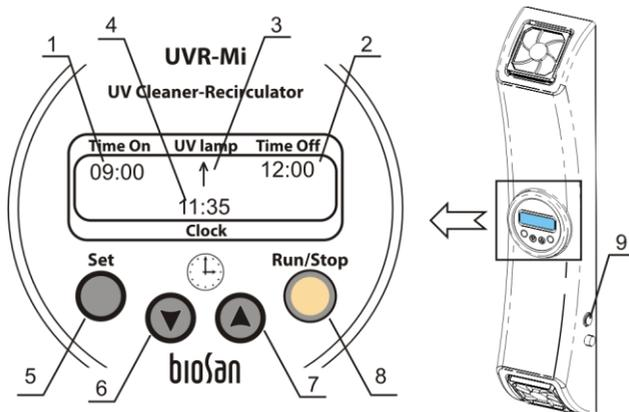

Fig. 4 Pannello di controllo
- 4.2. Accendere l'interruttore di alimentazione (fig.4/9) situato sulla parte frontale dell'unità portandolo su ON (posizione I).
- Orario di inizio del ricircolo del flusso d'aria in modalità automatica - **Time On** (fig.4/1);
- Orario di termine del ricircolo del flusso d'aria in modalità automatica - **Time Off** (fig.4/2);
- Indicatore di funzionamento del ricircolatore UV - **Uv lamp** (fig.4/3);
- Tempo effettivo - **Clock** (fig.4/4).
- 4.4. Tenere premuto il tasto **Set** [imposta](Fig. 4/5) per più di 6 secondi per attivare la modalità impostazione del timer e dell'orologio. Scegliere il parametro **Clock** (il parametro attivo lampeggia; premendo il tasto **Set** vengono attivati in successione i diversi parametri).
- 4.5. Utilizzare i tasti ▲ (Fig.4/6) e ▼ (Fig.4/7) per impostare il tempo desiderato (nota: tenere premuto il tasto per più di 2 secondi per modificare i valori più velocemente).
- 4.7. Funzionamento in modalità manuale. Premere il tasto **Run/Stop** [avvio/arresto] (fig.4/8) per avviare o interrompere il ricircolo (l'intervallo di tempo impostato in modalità automatica ha la priorità rispetto alla modalità manuale). Quando è in corso il ricircolo, sul display compare il simbolo "↑" (fig.4/3).
- 4.8.1. Tenendo premuto per più di 6 secondi il tasto **Set** [imposta] (Fig. 4/5), scegliere il parametro **Time On** (fig.4/1) (ora di avvio del ricircolo) e, utilizzando i tasti ▲ e ▼, impostare l'orario di avvio desiderato selezionando l'ora, quindi premere il tasto **Set** [imposta] per selezionare i minuti.
- 4.8.2. Quando l'ora di avvio è stata impostata, passare all'impostazione del parametro **Time Off** (Fig. 4/2) e immettere i valori desiderati seguendo la stessa procedura.
Attenzione! Per resettare il timer del tempo di funzionamento della lampada, tenere premuto per più di 10 secondi il tasto Set (Fig 4/5) nella modalità tempo di funzionamento della lampada.